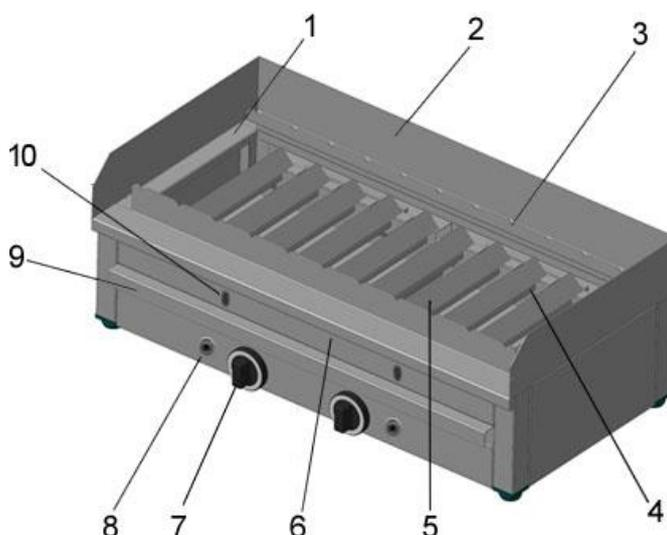

Рис.1. Устройство газовой шашлычницы*
На рис.1 приведено устройство газовой шашлычницы. Она имеет две рабочие зоны с независимым управлением. На столе шашлычницы 1 (рис.1) располагается съемный мангал 2 с упорами 3, на которых размещаются шампуры.
- Снимите мангал 2 (рис. 1)
- Выньте поддон-жиросборник 8 (рис. 1).
- Поднимите верхнюю часть лицевой панели 6 (рис.1), потянув ее вверх.